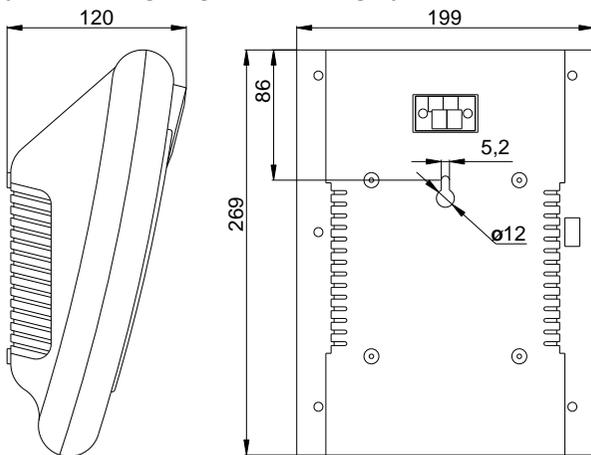

Рис.1 Внешний вид и габаритные размеры корпуса оповещателя
| Габаритные размеры, мм   | см.рисунок 1 |
- согласно установочным размерам (см. рисунок 1) просверлить в стене отверстие, вставить в него дюбель и вкрутить шуруп;